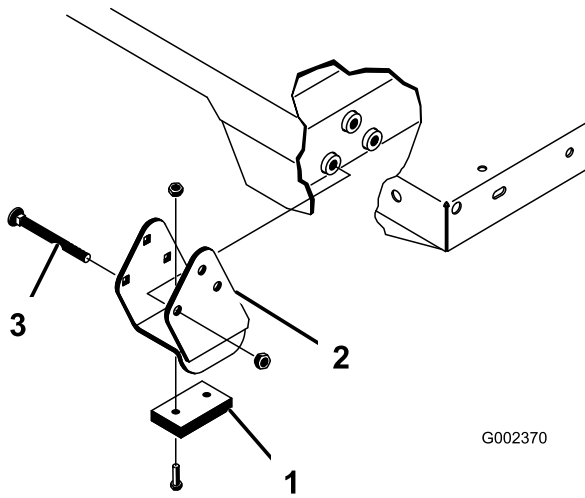

Bild 32
Hinweis: Stellen Sie sicher, dass die Distanzstücke und die Verschleißblöcke (Bild 32) so eingesetzt sind, dass die Köpfe der Schlossschrauben an der Innenseite der Maschine sind.
2. Setzen Sie die Pritsche vorsichtig auf den Fahrzeugrahmen. Richten Sie die hinteren Schwenkplattenlöcher der Pritsche mit den Löchern am hinteren Rahmenkanal aus und montieren Sie die zwei Lastösenbolzen und Klapenstecker (Bild 32).
3. Befestigen Sie bei abgesenkter Pritsche jedes Ende der Zylinderstange mit einem Lastösenbolzen und einem Klapenstecker an den entsprechenden Einschüben in den Befestigungsplatten der Pritsche. Setzen Sie den Lastösenbolzen von der Außenseite der Pritsche ein. Der Klapenstecker sollte außen (Bild 32). Die hinteren Einschübe sind für die Montage der großen Pritsche und die vorderen Einschübe sind für die Montage der 2/3 Pritsche gedacht.